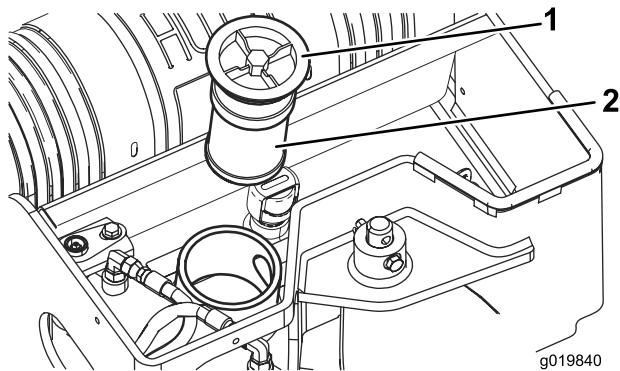

Bild 59
5. Reinigen Sie den Bereich um den Einfüllstutzen des Hydraulikbehälters und nehmen Sie den Deckel und den Filter mit einem Sechskantschlüssel aus dem Einfüllstutzen (Bild 59).